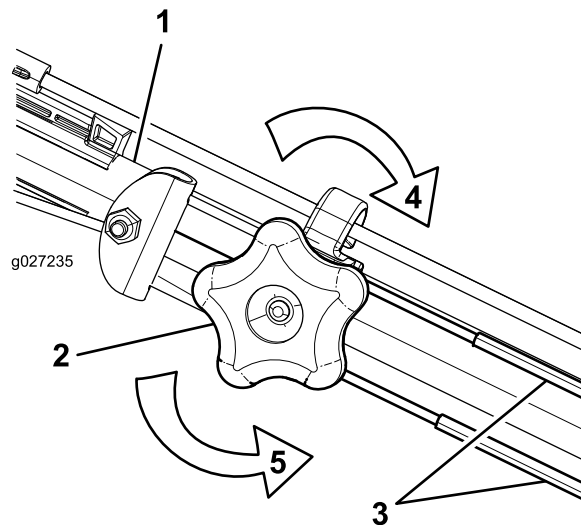

図 31
- 調整ねじを左に回してケーブルの調整をゆるめる 図 31。
- ケーブル 図 31 を押し引きして適当な位置に調整できたら、その位置に保持する。